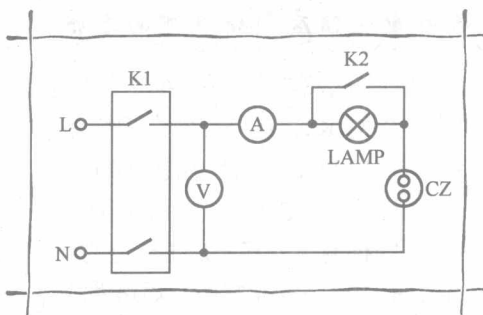

图 1-1-6 电磁炉维修专用电源插座电路原理图
电磁炉维修专用电源插座电路原理图如图 1-1-6 所示。
① 摘除佩戴的金属项链等装饰物,以防止这些物品碰触到电路板上,否则不仅会对人身安全造成危害,而且可能将元器件短路,造成电路、元器件的损坏。
② 带电操作、检修时,最好能够戴上耐压达到500V的轻薄的绝缘手套,这样既安全,又不会给操作检修带来不方便。如果没有合适的绝缘手套,可以用塑料方便袋等绝缘物品把不需要检查的地方临时遮盖起来,以保证安全。另外,即使戴轻薄的线手套,也比什么都不戴强。
③ 最好将电磁炉经过隔离变压器进行通电检修,这是最为可靠的办法。但如果没有大功率的隔离变压器,又想安全地带电测量到有关点的电压值,就可以将电磁炉接入维修专用电源插座(见本章第一节介绍)。当要测量有关点的电压时,将开关断开(图1-1-6中的K2),把白炽灯串入主电路,这样对电磁炉的功率元器件的安全比较有保障,但还不能完全保证人身的安全,检修人员还要倍加小心。